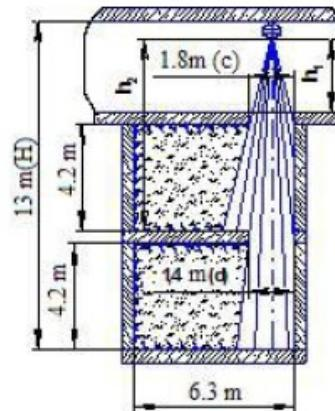

Figura 5
**Parametrii de stingere în incinte dispuse de la un etaj la altul** sunt ilustrați în Figura 5, dar trebuie îndeplinite următoarele cerințe: